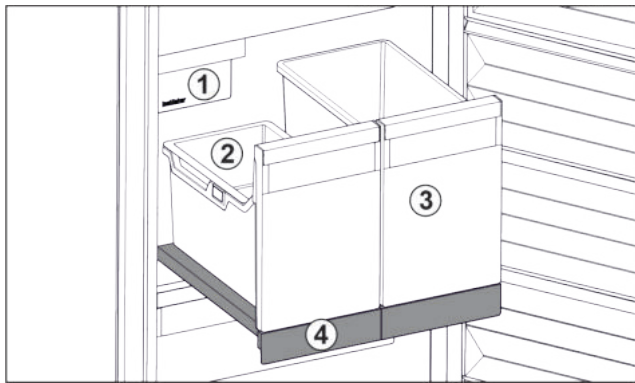

Fig. 21 Изтегляща се дъска с IceTower
- (1) IceMaker
- (2) Окачваща се поставка за ледени кубчета
- (3) Съд за напр. пица, алкохолни напитки
- (4) Изтегляща се дъска
Върху изтеглящата се дъска има два високи съда (IceTower). В съда Fig. 21 (2) се събират и съхраняват ледени кубчета от IceMaker. Съдът Fig. 21 (3) е подходящ за съхранение на високи хранителни продукти като пици или алкохолни напитки.